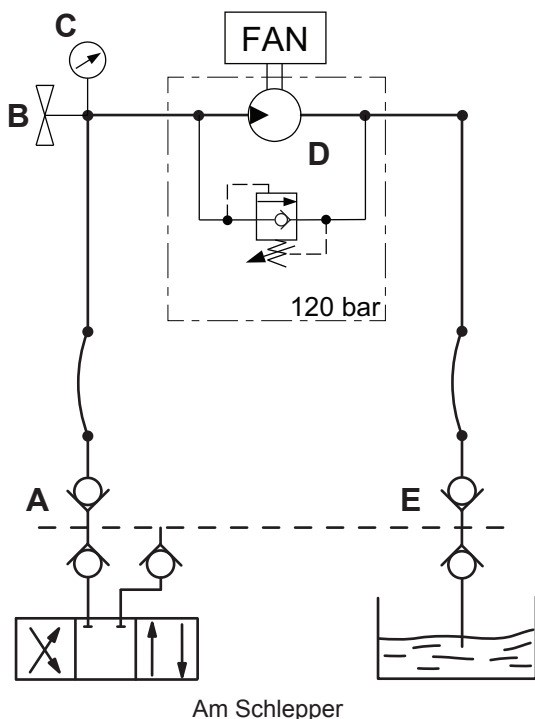

fig. 52
- **Ölversorgung:** Die Angaben der Übersichtszeichnung in Abb. 52 beachten. Die öldynamischen Schläuche unter Befolgen der an jedem Schlauch angebrachten Anleitungen korrekt an den Verteilern des Schleppers anschließen.